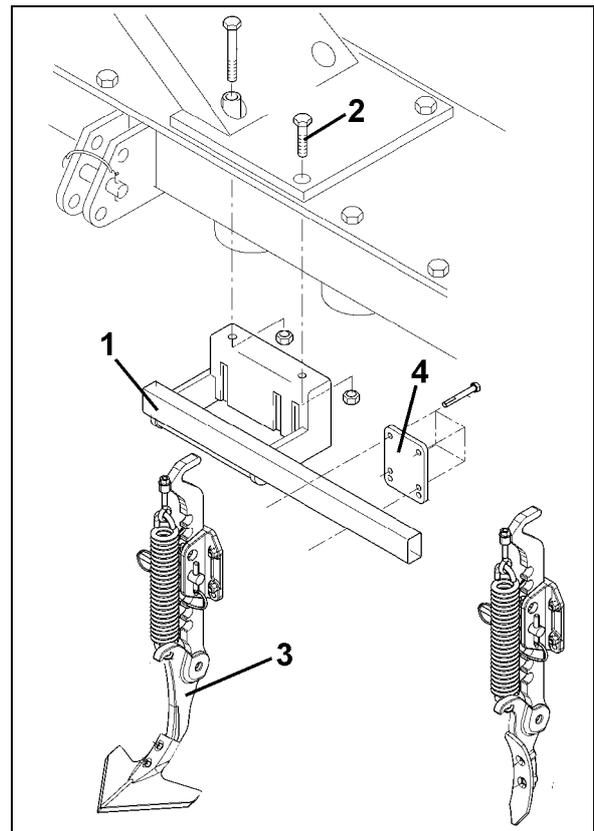

Fig. 24
L'outil de préparation du sol peut travailler à faible profondeur, à condition d'égaliser au préalable ces profondes marques à l'aide des effaceurs de traces de roues (Fig. 24).
2. Vissez le tube support (Fig. 24/1) sur l'outil de préparation du sol en utilisant deux vis de fixation de couvercle (Fig. 24/2).
3. Fixez les effaceurs de trace (Fig. 24/3) sur le tube support en utilisant des plaques de serrage (Fig. 24/4) et des vis.